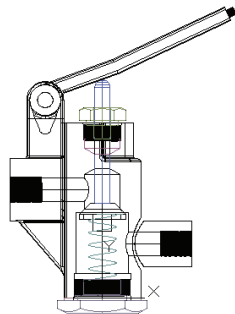

图 11-187 移动手把后的图形（一）
4) 移动手把: 单击“修改”工具栏中的“移动”按钮 , 以坐标点 (0,0,0) 为基点移动, 第二点坐标为 (-37,128,0)。如图 11-187 所示。